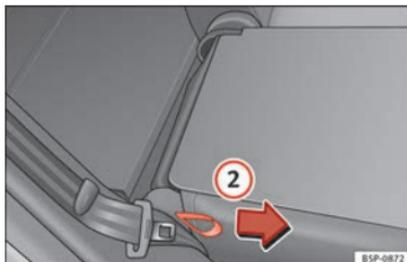

Fig. 82 Levantar el respaldo de los asientos posteriores.
– Tire del lazo situado en el lateral del asiento » **fig. 82** ② en la dirección de la flecha y levante el respaldo hasta que encastre.